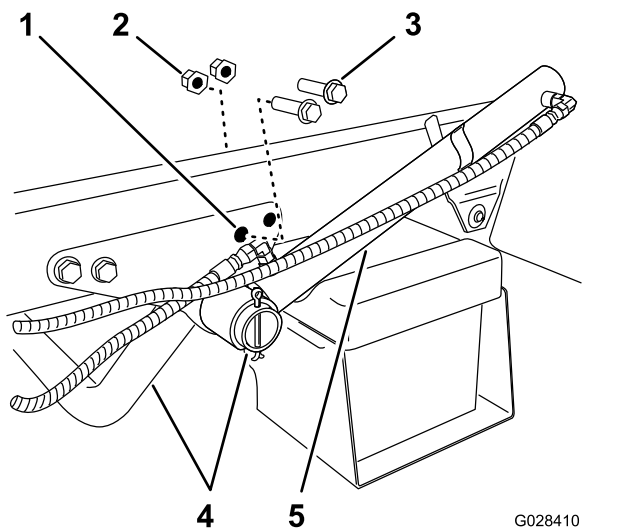

Figura 6
1. Retire los dos pernos con arandela prensada traseros y las dos contratueras con arandela prensada que fijan el soporte de sujeción del tubo del motor al bastidor de la máquina (Figura 6).
2. Gire el cilindro de elevación hasta obtener el espacio necesario para instalar el soporte de sujeción del patín del depósito (Figura 6).